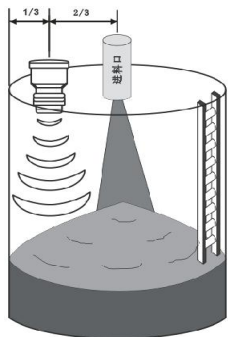

图 6 固体物料
(5) 在固体物料测量中探头需典型安装于距离侧壁 1/3 容器壁到中心进料口间距离。当物料堆积时将形成一个锥面。图 6、7 所示的探头安装位置将给出一个平均物位的读数，这个平均物位为当物料堆平的情况下的物位高度。这对于锥形的堆积或是卸料时出现的凹形堆积面都是正确的。